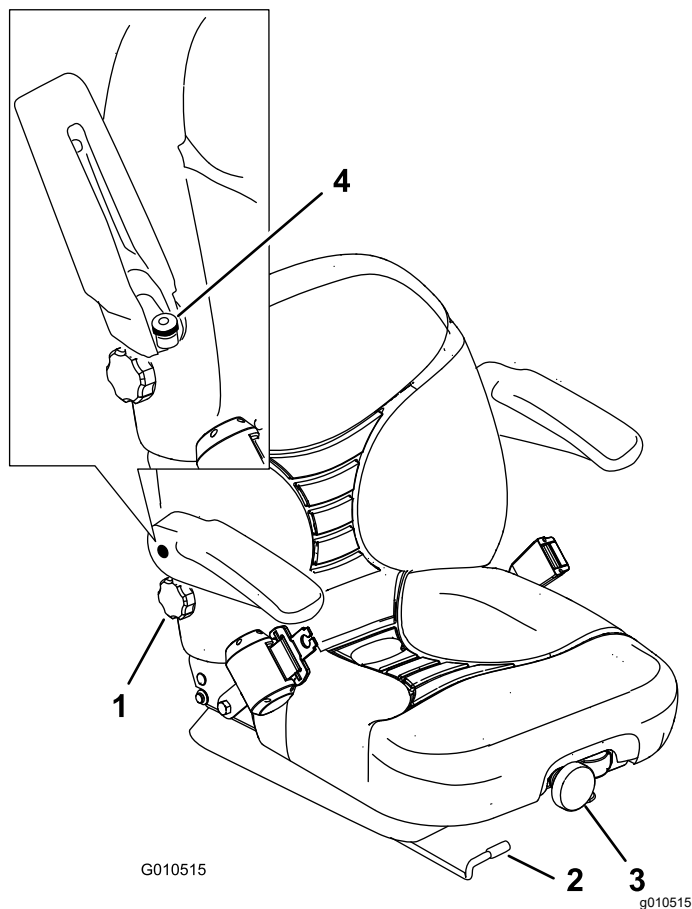

図 31
1. レバーを左に動かすと座席のロックが解除されます **図 31**。
調整は、最も乗り心地が良いように前部についているノブを回して行います **図 31**。
調整は、前部についているノブを回して最も乗り心地が良い位置にセットします **図 31**。
調整は、アームレストを上げ、ノブを回して行います **図 31**。